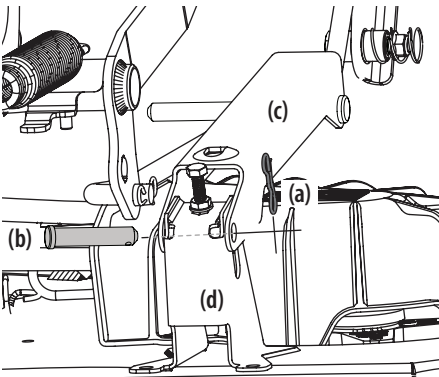

Figura 44
- a. Extraiga los dos pasadores con unión curva (a) de los pasadores de horquilla (b) que sujetan los soportes del varillaje de elevación (c) a los soportes traseros de elevación de la plataforma (d) en la plataforma. Extraiga los pasadores de horquilla (b). Consulte la Figura 44.